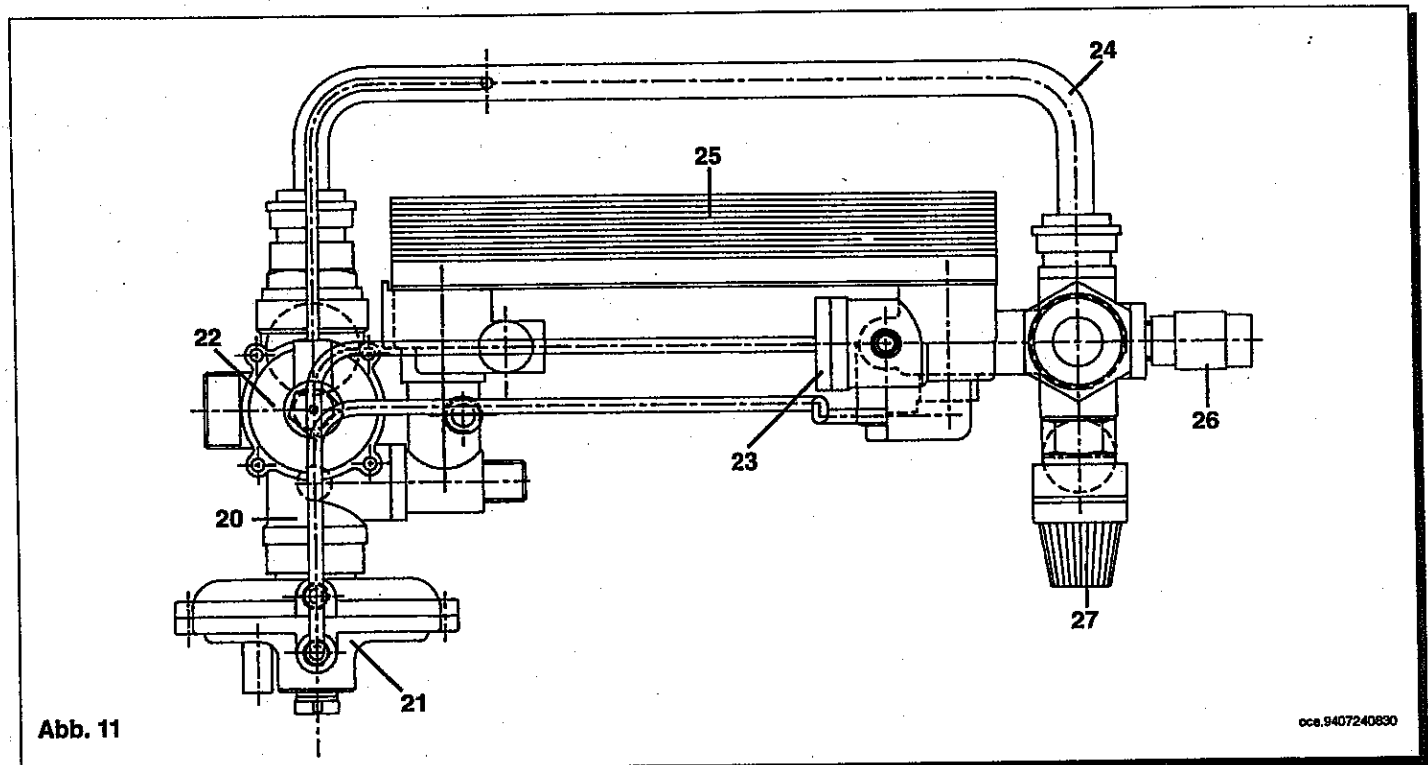

Abb. 11
- * die Anlage, wenn möglich nur im Bereich des Heizkessels, mit Hilfe des eigens dazu bestimmten Abfluhahnes entleeren (26 Abb. 11 auf Seite 21);
- * die kleinen Verbindungsleitungen (Abb. 11 auf Seite 20) zwischen dem Vorrangheißwasseraggregat (21) und dem Flußsensor (23) entfernen;
- * die Mutter auf der Flußsensorgruppe abschrauben (23);